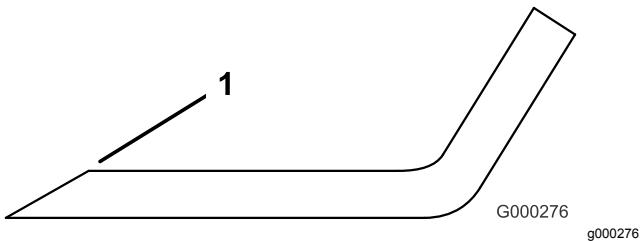

Figure 30
- 3. Examinez les tranchants de toutes les lames et affûtez-les s'ils sont émoussés ou ébréchés. N'aiguisez que le haut du tranchant et conservez l'angle de coupe d'origine pour obtenir une coupe nette (Figure 30). Limez la même quantité